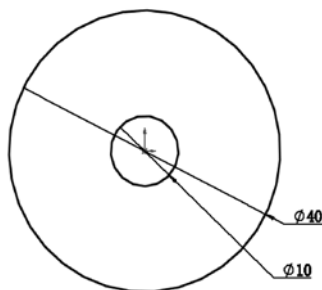

图 13-104 绘制草图
(1) 新建文件。启动 SolidWorks 2012, 选择菜单栏中的“文件”→“新建”命令, 或者单击“标准”工具栏中的 (新建) 按钮, 在弹出的“新建 SolidWorks 文件”对话框中选择 (零件) 按钮, 然后单击“确定”按钮, 创建一个新的零件文件。
(2) 绘制草图 1。在左侧的“FeatureManager 设计树”中用鼠标选择“前视基准面”作为绘制图形的基准面。单击“草图”工具栏中的 (圆) 按钮, 绘制并标注草图如图 13-104 所示。